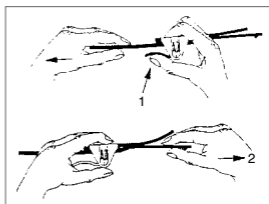

Fig. 5 Caschetto Lightweight
Regolazione della **Caschetto Frontale Lightweight** (vedi fig. 5): Per regolare la Fascia Frontale, premere la leva (1) per aumentare e tirare l'estremità libera (2) per diminuire la circonferenza.